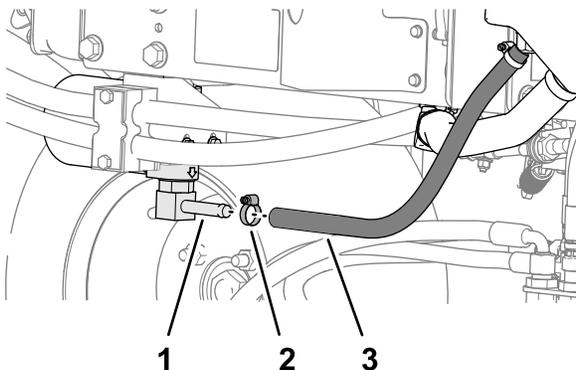
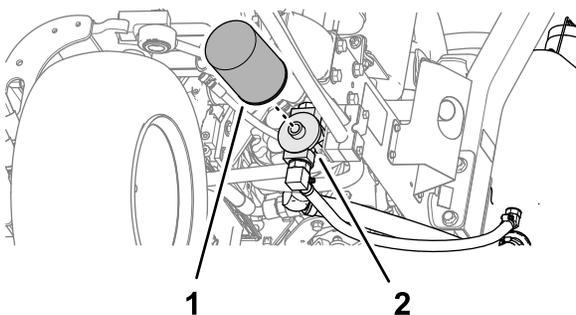

Рисунок 85
Рисунок 86
- Отсоедините гидравлический шланг (Рисунок 85) или снимите гидравлический фильтр (Рисунок 86) и дайте гидравлической жидкости стечь в сливной поддон.